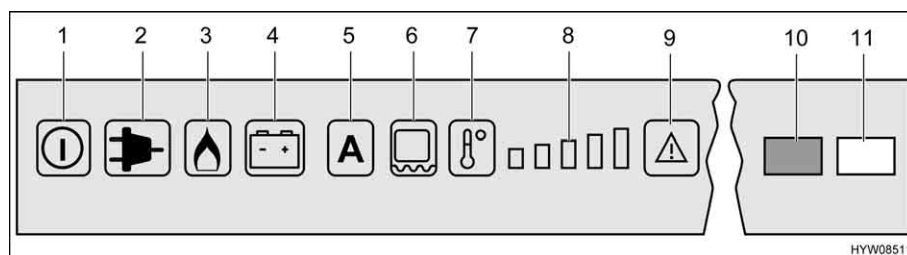

Fig. 135 Elementi di comando per il frigorifero (Dometic RMD)
Se è impostata la modalità di funzionamento "AES", la tensione a 230 V **non** è allacciata e il motore del veicolo è **spento**, il sistema AES seleziona il rifornimento di gas. Selezionando il funzionamento a gas, il dispositivo di sicurezza si apre automaticamente, così che il gas possa fluire al bruciatore. Contemporaneamente si inserisce l'accenditore elettronico. Se la fiamma del gas si spegne, p. es. a causa di un colpo di vento, l'accenditore viene subito azionato riaccendendo il gas. In caso di guasto del funzionamento a gas, lampeggiano i tasti luminosi "Gas" (Fig. 135,3) e "Guasto" (Fig. 135,9). La spia di controllo "Guasto" (Fig. 135,10) è accesa e viene emesso un allarme acustico per 20 secondi.
Dopo l'accensione il frigorifero seleziona automaticamente la regolazione intermedia del termostato. Questa regolazione può essere modificata manualmente tramite il tasto di selezione del livello di temperatura (Fig. 135,7). Le spie di controllo (Fig. 135,8) indicano la temperatura selezionata sul termostato. Il tasto di selezione del livello di temperatura permette di regolare la temperatura di refrigerazione per tutti e tre i tipi di energia. Ci vogliono alcune ore prima che il frigorifero raggiunga la temperatura normale di esercizio. Cambiando la modalità di funzionamento la regolazione del termostato non viene modificata. La temperatura di refrigerazione è indipendente dal tipo di energia utilizzata.
- Accendere il riscaldamento del telaio per 2 ore: Premere una volta il tasto (Fig. 135,6). Sull'indicazione dei gradi di temperatura (Fig. 135,8) si accende una barra.
- Accendere il riscaldamento del telaio per 5 ore: Premere due volte il tasto (Fig. 135,6). Sull'indicazione dei gradi di temperatura (Fig. 135,8) si accendono due barre.
- Regolazione del riscaldamento del telaio ad esercizio continuo: Premere tre volte il tasto (Fig. 135,6). Sull'indicazione dei gradi di temperatura (Fig. 135,8) si accendono tre barre.
L'indicazione dei gradi di temperatura (Fig. 135,8) indica per alcuni secondi la durata di esercizio del riscaldamento del telaio.
Nel caso di temperature esterne ed umidità dell'aria elevate è possibile che si formino gocce d'acqua sul telaio in metallo del vano congelatore. Per questo motivo il frigorifero è dotato di un riscaldamento del telaio per il vano congelatore. Nel caso di temperature e umidità dell'aria elevate, accendere il riscaldamento del telaio con il tasto (Fig. 135,6). È possibile così evitare fenomeni di corrosione. Quando il riscaldamento del telaio è acceso, si accende il tasto luminoso (Fig. 135,6).
- Premere il tasto On/Off (Fig. 135,1) per circa 2 secondi. Il frigorifero si accende e viene visualizzato l'ultimo tipo di energia impostato, oppure "AES".
- Impostare la temperatura di refrigerazione con il tasto di selezione del livello di temperatura (Fig. 135,7). Le spie di controllo (Fig. 135,8) indicano la temperatura selezionata sul termostato.
- Premere il tasto On/Off (Fig. 135,1) per circa 2 secondi. Il frigorifero si spegne e le indicazioni smettono di lampeggiare.